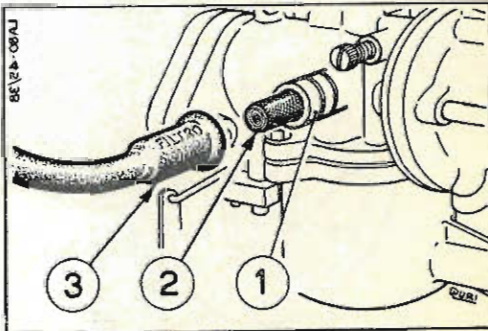

Fig. 3 - SMONTAGGIO DEL FILTRO
**PULIZIA DEL FILTRO COMBUSTIBILE SUL CARBURATORE** (Fig. 3) — Nell'interno del raccordo di entrata combustibile sulla vaschetta del carburatore è inserita una cartuccia filtrante di retina metallica. **E' necessario ispezionare e pulire assai di frequente** la cartuccia ad evitare ostruzioni nel passaggio del combustibile.
A tale scopo è sufficiente sfilare il tubo di gomma 3) dal raccordo 1) e togliere la cartuccia 2) come indicato nella Fig. 3.
- g) Togliere il tubo di gomma dal raccordo di entrata (Vedere Fig. 3), estrarre il filtrino e pulirlo dalle impurità che hanno ostacolato il passaggio del combustibile. Detta operazione va eseguita, se necessario, tutti i giorni.